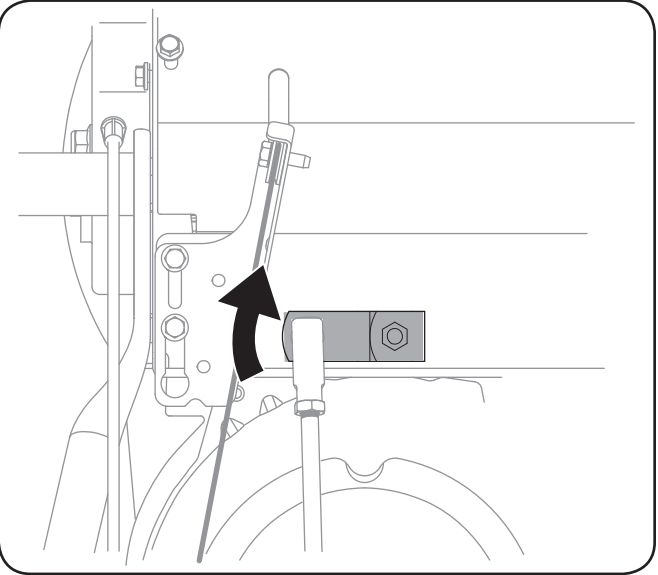

Figure 6-8
- 3. Faites pivoter le support vers le bas, aussi loin que possible. Voir la Figure 6-8.